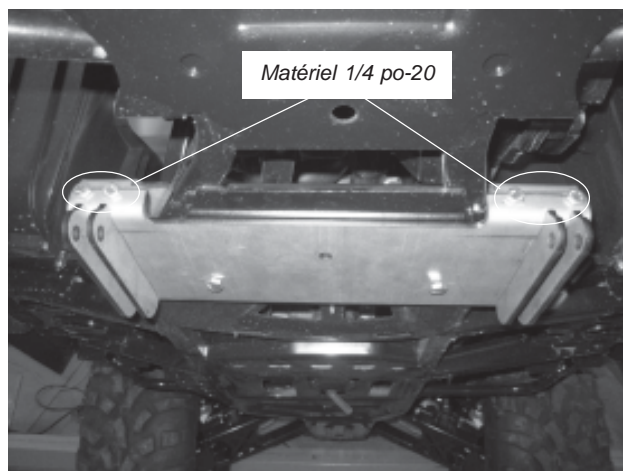

Figure 6
- Assemblez le support de serrage (A2) au support de montage de la lame (A1) à l'aide de quatre boulons à tête hexagonale 1/4-20x1 po (B1), quatre rondelles plates 1/4 po (B2) et quatre écrous de blocage 1/4-20 (B3). Serrez selon les couples de serrage indiqués à la page 3. Voir la Figure 6.